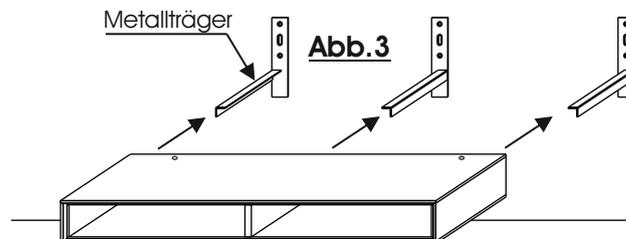

Abb.3
4. Nach der „Vor“ Montage der Metallträger schieben Sie das Möbel auf die Träger. (Abb.3)